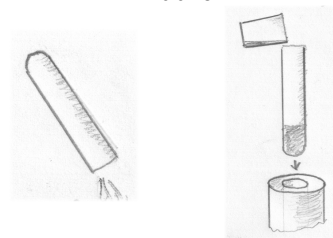

Abb. 7
- 6 Küvette herausnehmen und entleeren, dann mit dem vorbereiteten trüben Messwasser befüllen und in den Küvettenhalter (Aufnahmeöffnung) des Fotometers einführen und die Lichtschutzhülse darüberstecken (Abb.7).